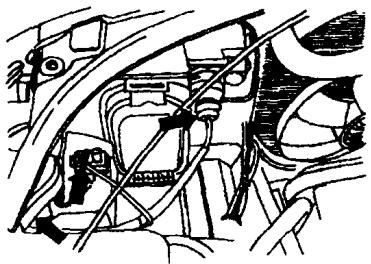

图 1-5
(5) 拔下前照灯线束插接头和散热器风扇区域温度传感器线束插接头，如图 1-5 所示。